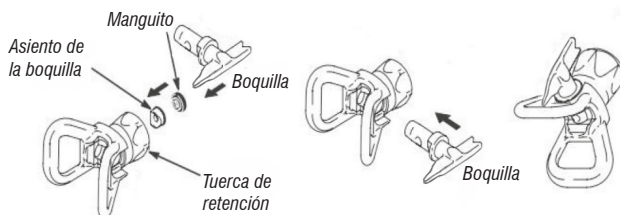

Figura 3 - Componentes de la boquilla
1. Coloque el manguito encostada en la parte plana del asiento de la boquilla (figura 3);